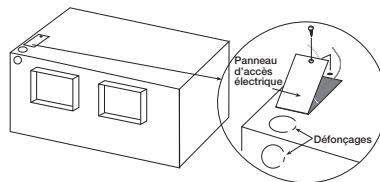

Figure 4 — Ouverture défonçable
- Détacher le passage de câbles défonçable sur le dessus ou le côté, en fonction de la direction de câblage, en le repliant d'un côté à l'autre pour casser les languettes (Figure 4).